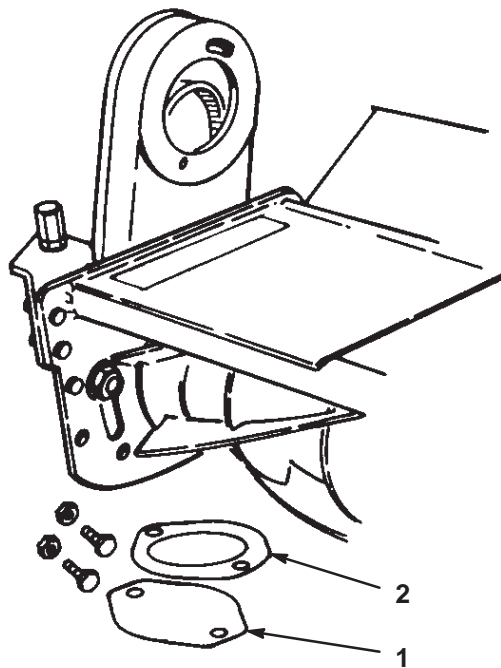

Fig. 9
1. Ta bort låsmuttrar, bultar, leveransplåt och drivplåt (fig. 9) från klippenheten.